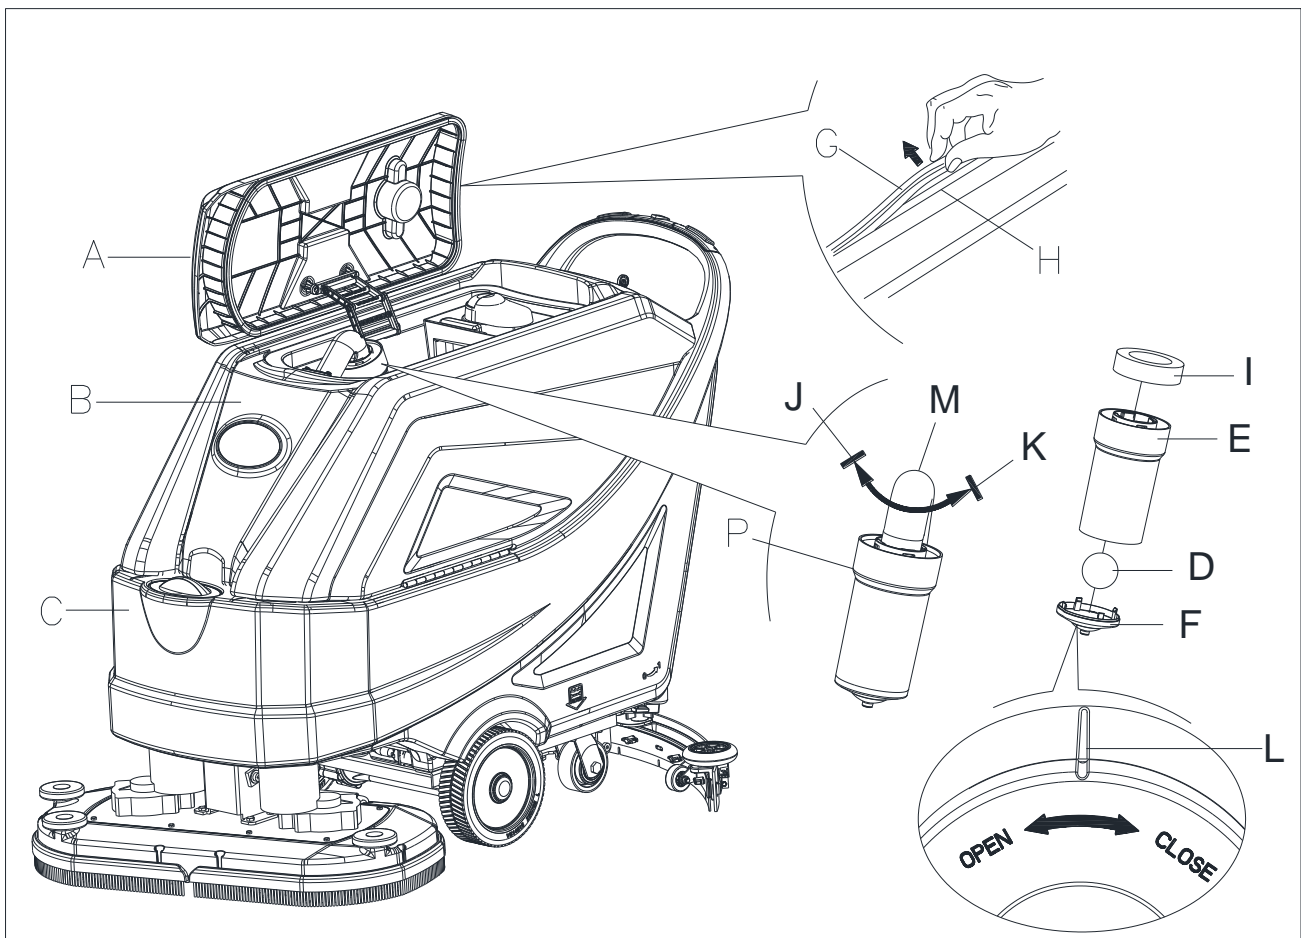

Abbildung 29
3. Öffnen Sie den Schmutzwassertankdeckel (A, Abb. 29) auf eine 90°-Gradstellung und entfernen Sie den Schwimmerkugelfilter (P) vom Tank.
4. Reinigen Sie den Schmutzwassertankdeckel (A), den Schmutzwassertank (B), den Reinwasserbehälter (C) und den Filterstützrahmen der Schwimmerkugel (E). Entleeren Sie den Schmutzwassertank mit dem Schlauch.
5. Folgen Sie bei Bedarf den Symbolen "AUF" und "ZU", wie in (Abbildung 29) gezeigt, und reinigen Sie die Schwimmerkugel (D), den Filterstützrahmen (E) und den Filterschwamm (I). Fixieren Sie nach der Reinigung die Schwimmerkugel (D) im Filterstützrahmen (E) und richten Sie die Markierungsrille (L) der Bodenkappe (F) des Schwimmerkugelfilter an der Markierungsrille (L) des Schwimmerfilterstützrahmens (E) aus. Schrauben Sie die Bodenkappe des Schwimmerkugelfilter fest und befestigen Sie den Filterschwamm (I) auf dem Schwimmerfilterstützrahmen (E). Schließen Sie ihn abschließend am Abwasser-Ansaugschlauch (M) an.
7. Prüfen Sie die Kontaktfläche der Dichtleiste (G) auf Integrität und ausreichende Abdichtung. Nehmen Sie die Dichtleiste ggf. aus der Tankrinne (H) und tauschen Sie sie aus. Bringen Sie die neue Dichtleiste wie in (Abbildung 29) gezeigt an. Das Gelenk muss sich wieder im mittleren Bereich befinden.
8. Schließen Sie den Schmutzwassertankdeckel (A).